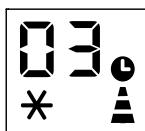

Fig. 6
- Tryk flere gange, indtil den tilsvarende tid vises. Vent ca. 5 sekunder. Timeren vil være aktiv. Derefter vises kun symbolet på skærmen. (Fig. 6)